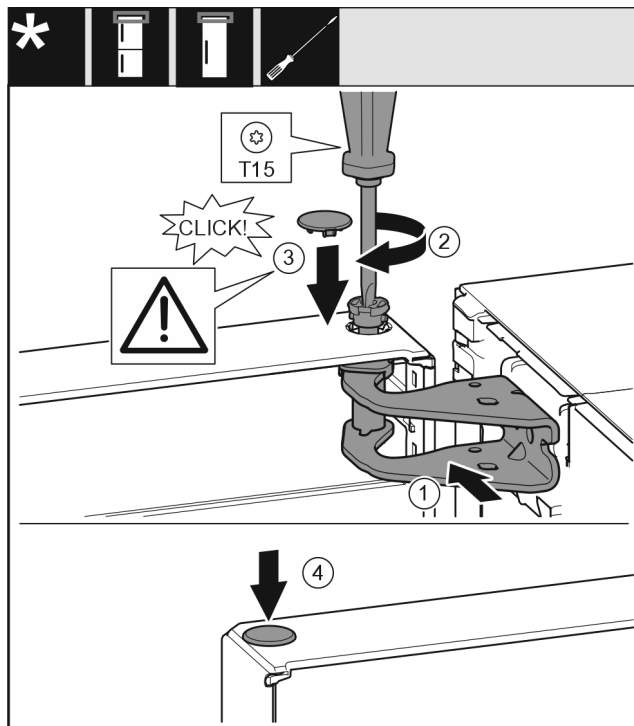

Fig. 26
- Регулирайте вратата горе спрямо отвора в лагерната стойка Fig. 26 (1).
- Поставете болта Fig. 26 (2) и затегнете здраво с отвертка.
- Монтаж на предпазния капак Fig. 26 (3) за осигуряване на вратата: Поставете предпазния капак и проверете дали той е допрян до вратата. В противен случай поставете изцяло болта.
- Поставете тапата Fig. 26 (4).